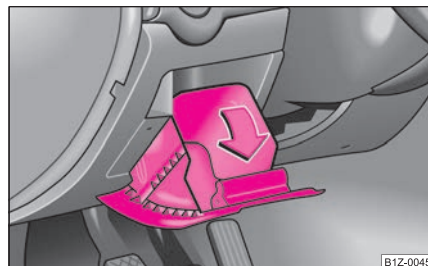

Fig. 101 Cuadro de interruptores: Compartimento guardaobjetos en el lado del conductor
- El compartimento guardaobjetos se abre levantando el asidero y abriéndolo en el sentido de la flecha ⇒ fig. 101.